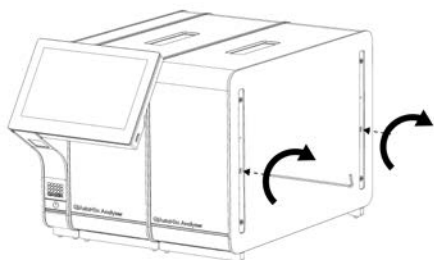

Figura 16. Alinhamento e colocação do módulo analítico adicional.
4. Alinhe o módulo analítico adicional com o módulo analítico existente. Aperte os parafusos utilizando a ferramenta de montagem do módulo analítico-operacional fornecida com o QIAstat Dx Analyzer 1.0 (Figura 16).